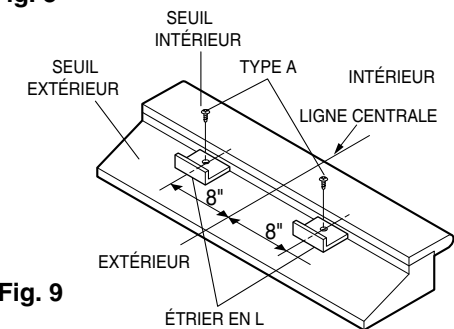

Fig. 9
2. FIXEZ LES ÉTRIERS EN L a. Installez les étriers en L a. Installez les étriers en L à l'arrière du seuil de fenêtre, en orientant la languette la plus courte de l'étrier vers le haut (tel qu'illustré). Utilisez deux vis de type A. b. Les étriers en L servent à maintenir l'appareil solidement en place. Veillez à bien assujettir les étriers en L à la face arrière du seuil intérieur. Voyez la Fig. 9.
- a. Levez soigneusement le climatiseur et glissez le dans l'ouverture de la fenêtre. Veillez à ce que le rail de guidage inférieur se loge convenablement sur les étriers en L. Voyez la Fig. 9.